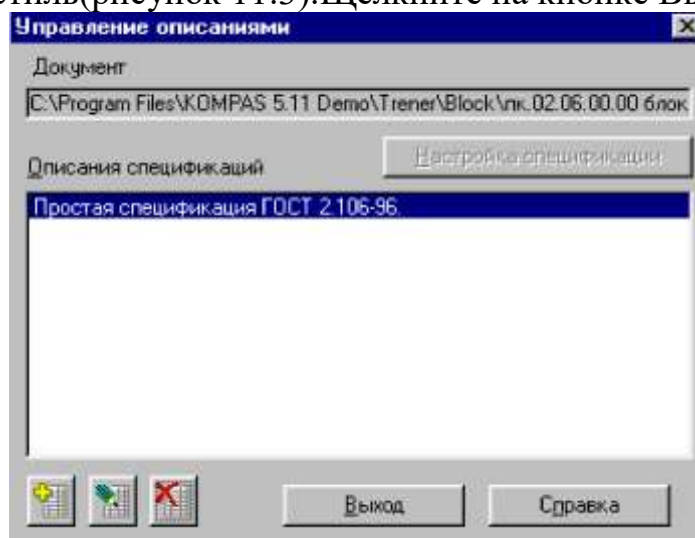

Рисунок 11.3– Добавление стиля Простая спецификация ГОСТ 2-106.96
4. Вернитесь в окно Управление описаниями, в котором добавился выбранный вами стиль (рисунок 11.3). Щелкните на кнопке Выход.